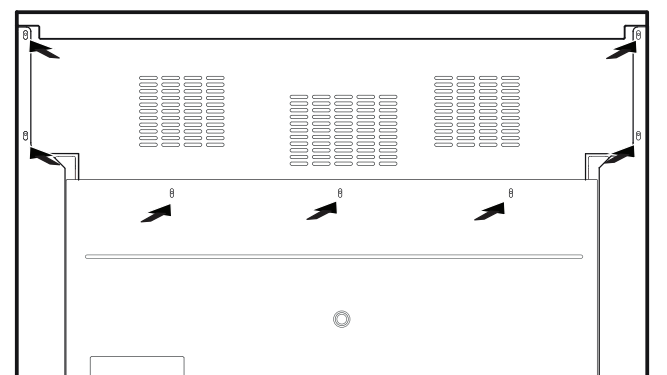

Figure 20 : Retrait des vis arrière de la garniture d'îlot
2. Enlevez les (4) vis taraudeuses retenant la garniture aux panneaux latéraux ainsi que les (2) ou (4) vis taraudeuses du panneau arrière. Tirez vers le haut pour l'enlever complètement (Figure 20).